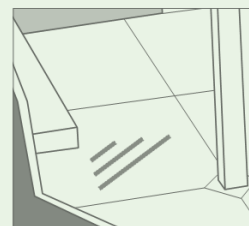

Figure 3 -
- > les intersections en « T » doivent être évitées, car une fissuration aléatoire traverse fréquemment la dalle suivante (figure 3).